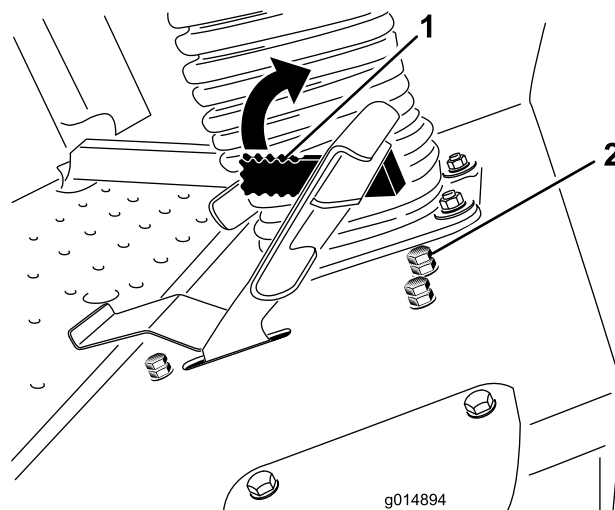

Bild 52
Der Hebel des Geschwindigkeitsbegrenzers (Bild 52) kann nach vorne gekippt werden, um die Fahrtriebsgeschwindigkeit während des Betriebs zu begrenzen.
- Lösen Sie die Klemmmutter an der Anschlagsschraube des Gschwindigkeitsbegrenzers (Bild 52).